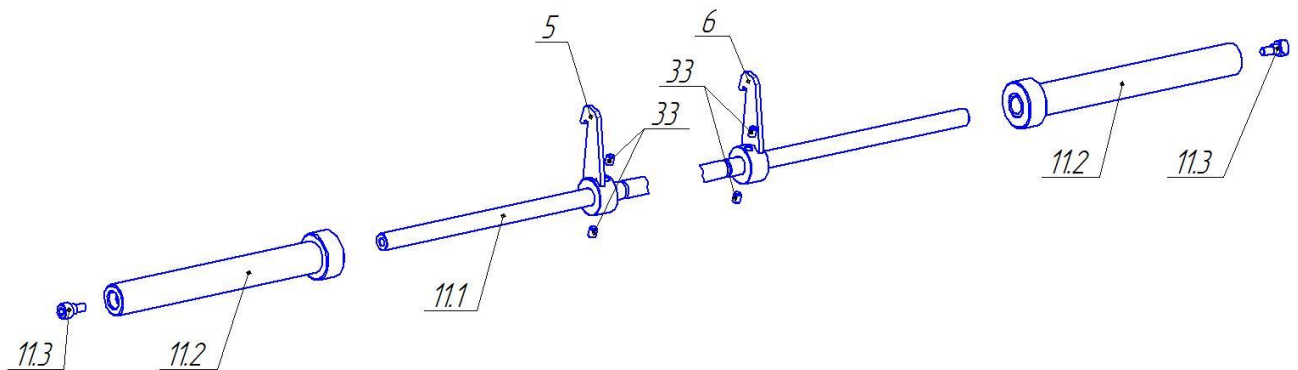

Рис. 6. Сборка грифа.
- 5.3.2 На гриф (поз.11.1) установить крюки грифа (поз.5 и поз.6) так, чтобы резьбовые отверстия на втулках крюков были направлены внутрь. см. рис.6. завернуть детали поз.33 (Винт установочный M12x16) (всего 4шт) в резьбовые отверстия на втулках крюков (поз.5 и поз.6), но не затягивать.